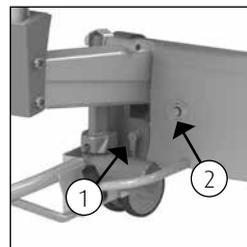

Figure 19 Bouton d'abaissement d'urgence.
- Retirez la fiche de la commande manuelle (1) (Cf. figure 19).
- Enfoncez le bouton d'abaissement d'urgence (2) (Cf. figure 19).